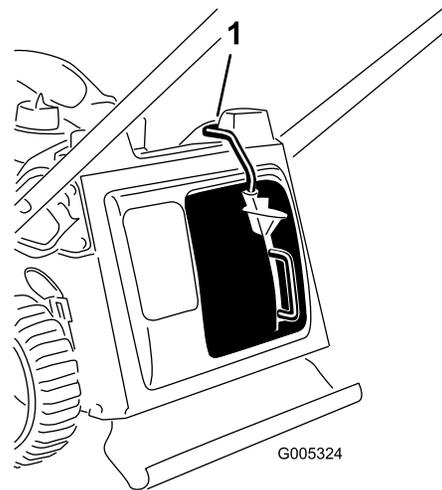

Figure 27
**Important:** La machine est équipée d'un contacteur de sécurité qui l'empêche de démarrer si l'obturateur de mulching n'est pas monté correctement (Figure 27).